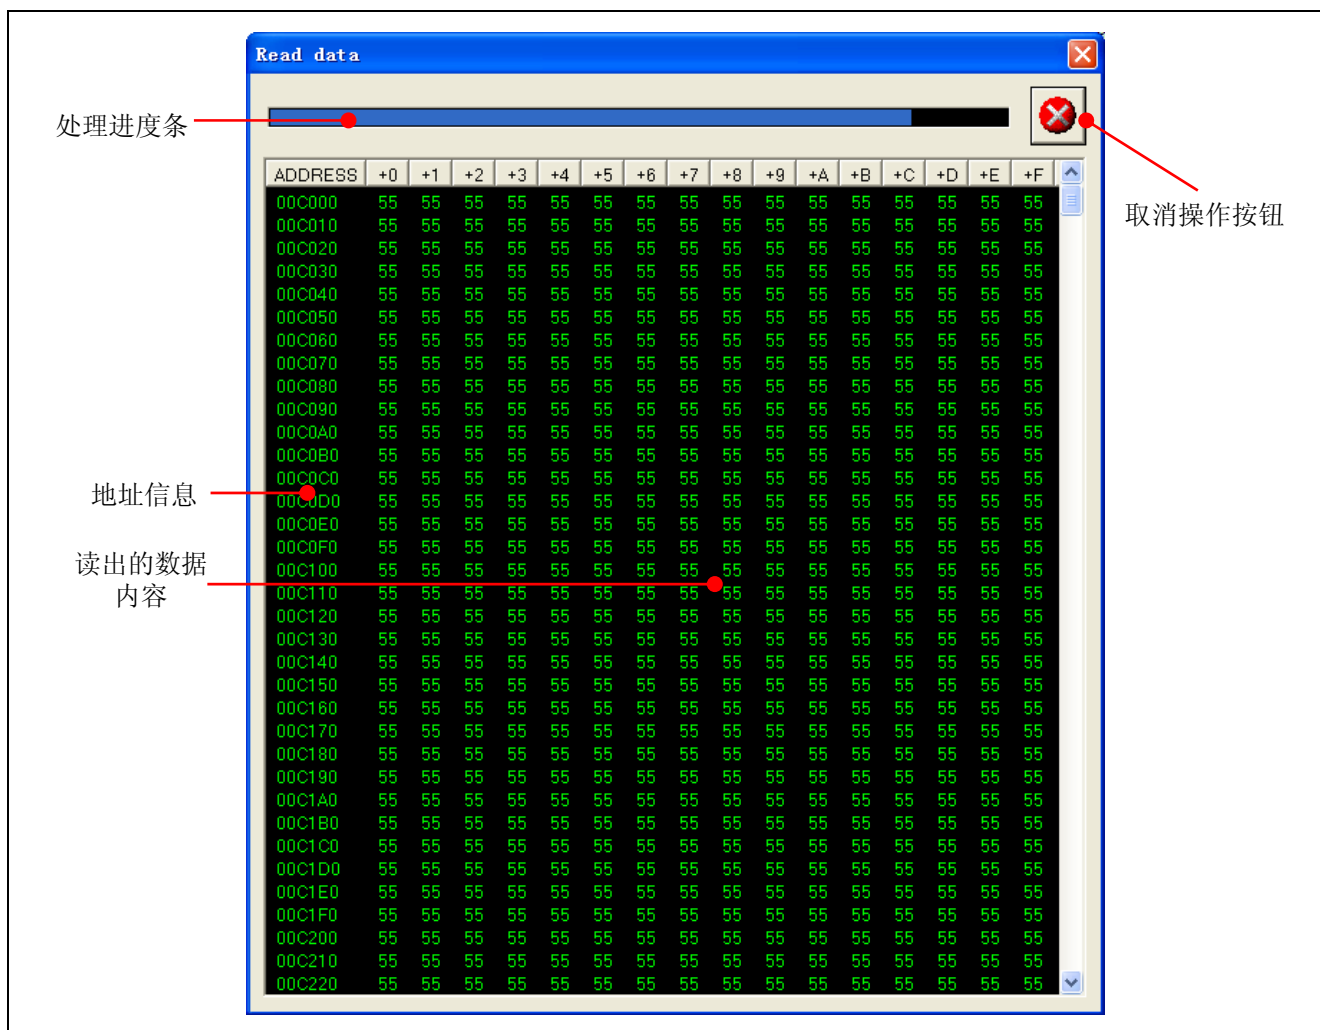

图 2.29 读取数据显示对话框
- 2) 设定读取 0xC000~0xFFFF 的内容，PC GUI 将弹出如图 2.29 所示的读取数据显示对话框，并开始读取数据。